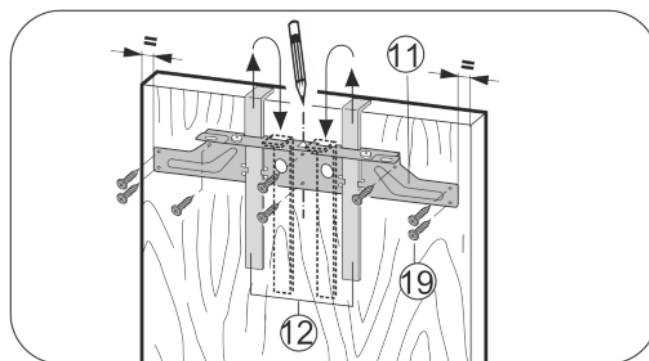

Fig. 26
- ▶ Agățați traveasa de fixare Fig. 26 (11) cu ajutorul elementelor auxiliare de montaj Fig. 26 (12) pe partea interioară a ușii mobilierului.
- ▶ Aliniați traveasa de fixare Fig. 26 (11) central pe ușă.
- ▶ Fixați traveasa de fixare Fig. 26 (11) cu cel puțin 6 șuruburi Fig. 26 (19).
- ▶ Fixați traveasa de fixare Fig. 26 (11) pe margine cu 4 șuruburi Fig. 26 (19).
- ▶ Extrageți în sus elementele auxiliare de montaj Fig. 26 (12) și introduceți-le în poziție răsturnată în orificiile de preluare alăturate.